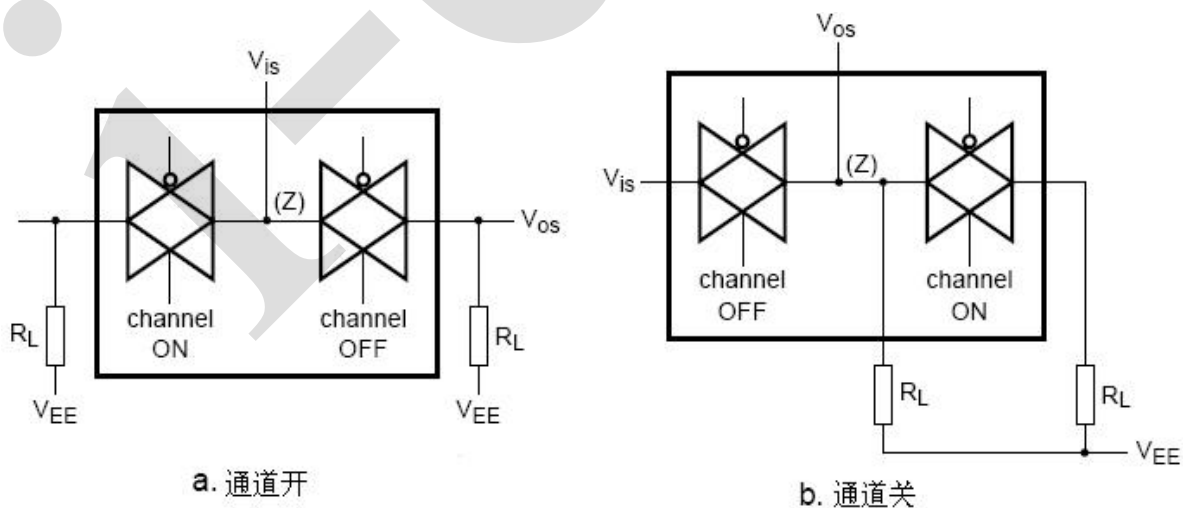

图 9、通道间串扰测试图
- 1、 $R_L = 1\text{ k}\Omega$; $20\log V_{OS}/V_{is} = -50\text{dB}$, 见图9